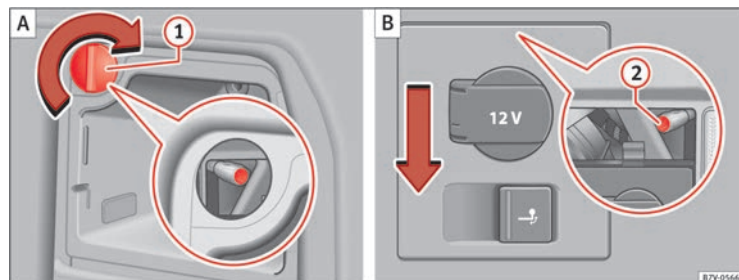

Fig. 213 Nella parte laterale del bagagliaio: Smontare le luci posteriori destra e sinistra. ① rimuovere il cappuccio; ② vite di fissaggio.
4.	Ruotare il cappuccio ⇒ fig. 213 ① di 90° nella direzione indicata dalla freccia e rimuoverlo.
5.	Svitare la vite di fissaggio ⇒ fig. 213 ② utilizzando il cacciavite fornito insieme agli attrezzi di bordo ⇒ pagina 338. La vite rimane nella posizione in cui si trova.